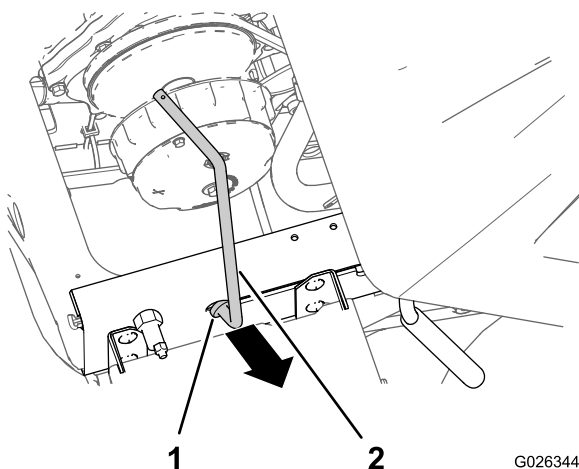

Рисунок 3
5. Введите нижний конец опорной стойки в передний конец паза опорной стойки в левом швеллере рамы или в кронштейн опорной стойки машины (Рисунок 3).
6. Снимите опорную стойку через профилированное отверстие в переднем конце паза для опорной стойки (Рисунок 3).